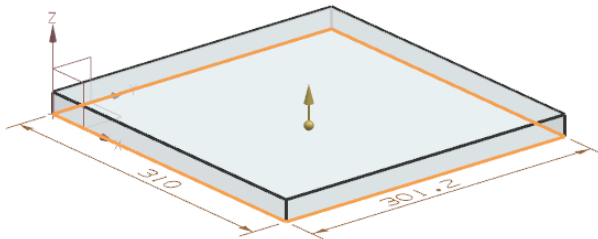

图 11-32 预览所创建的拉伸特征
(2) 在视图区选择如图11-30所绘制的草图曲线。在“拉伸”对话框中的“结束距离”文本框中输入20，“指定矢量”选择“ZC轴”，同时在视图区预览所创建的拉伸特征，如图11-32所示。